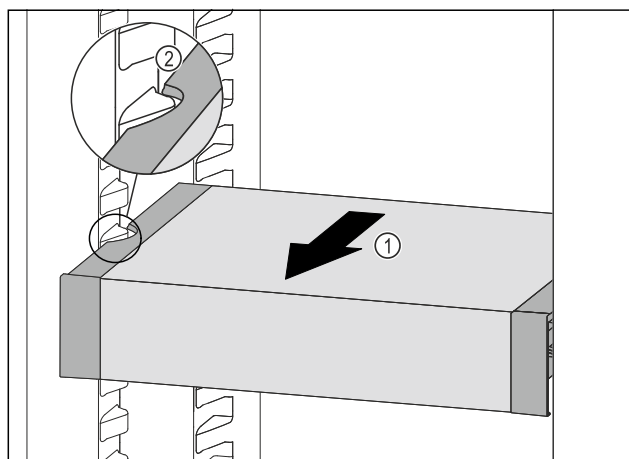

Fig. 121
- ▶ VarioSafe dras framåt Fig. 121 (1) tills sidofördjupningarna på VarioSafe är i samma nivå som behållarlisterna i kyldelen. Fig. 121 (2)